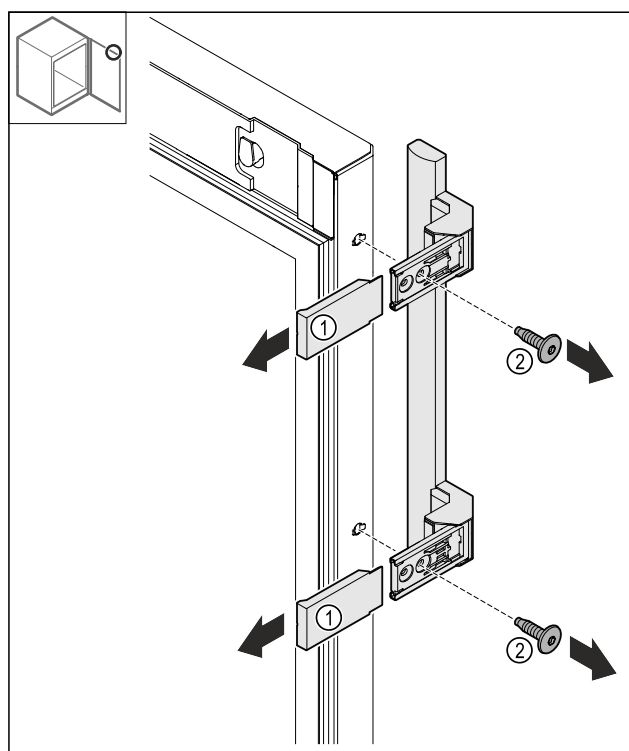

Fig. 24
- ▶ Snemite pokrove Fig. 24 (1).
- ▶ Odvijte vijake Fig. 24 (2).